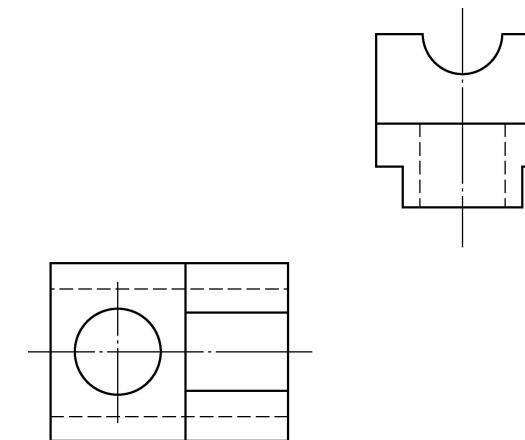

图 1-3-12
3. 如图 1-3-12 所示,补画组合体的主视图。(10 分)